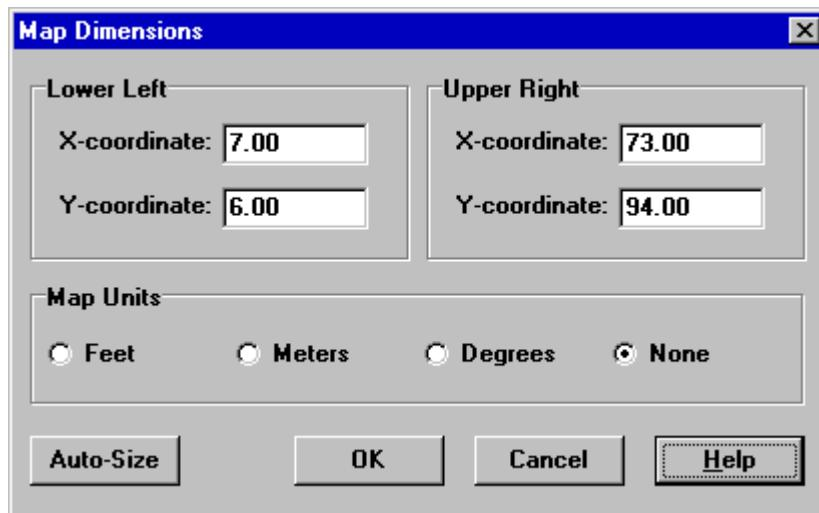

Fig. 7.1: cuadro de diálogo de dimensiones del mapa.
2. Ingrese la información sobre las dimensiones nuevas en el cuadro de diálogo **Map Dimensions** (Dimensiones del mapa) que se muestra en la fig. 7.1 o haga clic en el botón **Auto-Size** (Ajustar automáticamente el tamaño) para que EPANET calcule las dimensiones en función de las coordenadas de los objetos incluidos en ese momento en la red.